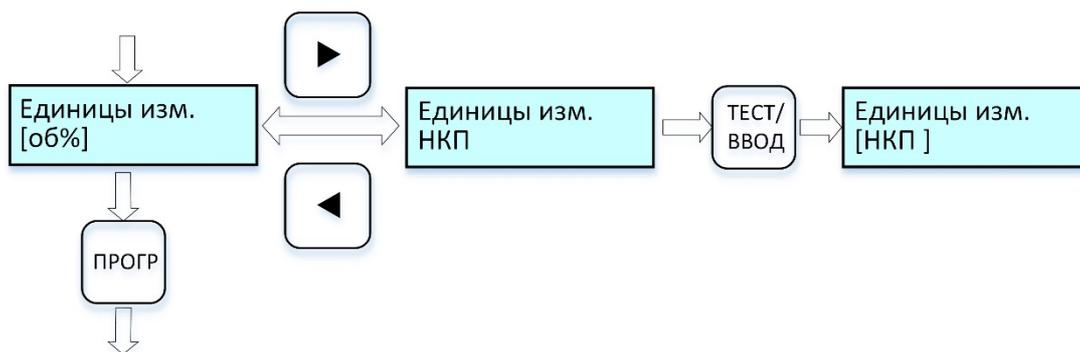

Рисунок 12 – Циклограмма выводимых сообщений на дисплей при выборе единиц измерения
2.4.3.16 Для **выбора единиц измерения** выполнить процедуры по циклограмме *рис. 12*: